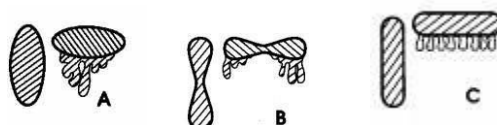

Рис. 2 Оптимальная форма факела
- Форма факела должна соответствовать поз. С (см. рис.2).